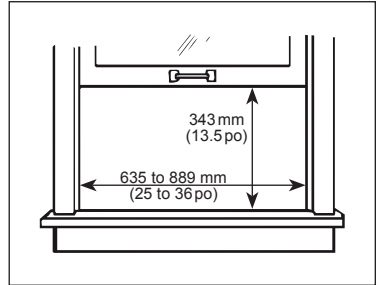

FIGURE 2
- Si vous devez installer le climatiseur dans une fenêtre étroite, vous n'aurez peut-être pas besoin d'installer les écrans flexibles. Veuillez vous référer à la figure 2 pour les exigences en matière de taille de fenêtre.